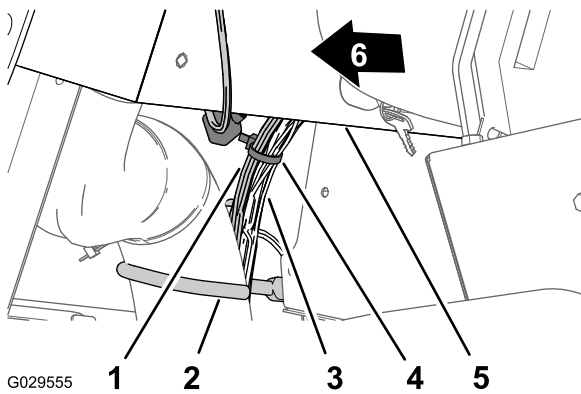

图 17
- 紧挨着电缆和软管钩用扎带将 240cm 仪表板支管固定在机器线束上图 17。